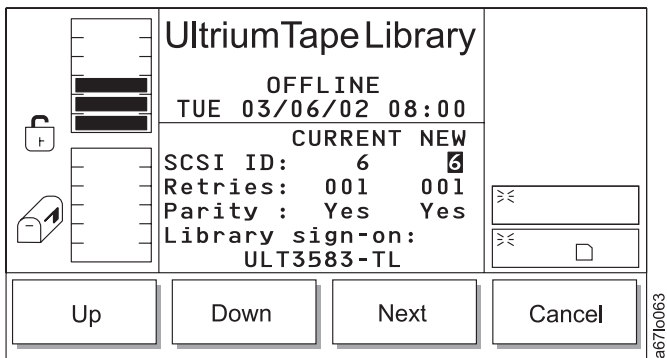

Abbildung 141. SCSI-Dialog
- Wird **SCSI** ausgewählt, erscheint der SCSI-Dialog (siehe Abb. 141 auf Seite 157).
Tabelle 90. Übersetzung von Abb. 141, SCSI-Dialog